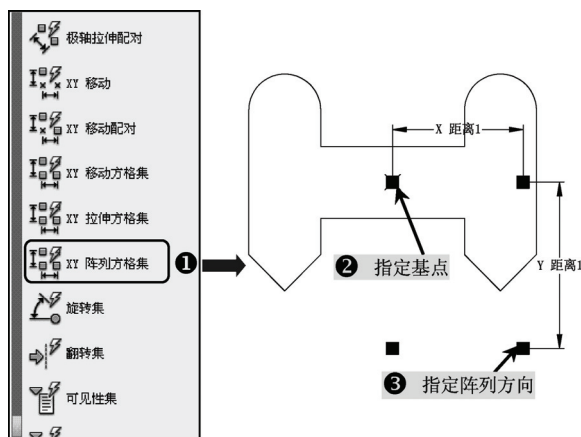

图 9-22 XY 阵列方格集参数操作
2) 在“块编写选项板”中的“参数集”选项卡中单击“XY 阵列方格集”工具按钮, 提示指定几点, 单击选择图形中心的点, 通过 X、Y 距离方式来指定要阵列的方向, 拖动鼠标单击右下方 (表示向右下方阵列), 如图 9-22 所示。